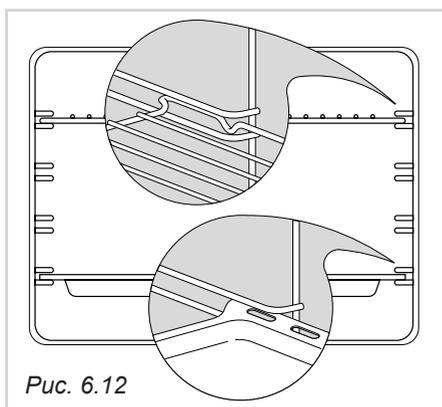

Рис. 6.12
- Вставьте в направляющую боковых рам противень и решетку, как показано на Рис. 6.12. Решетка устанавливается так, чтобы предохранительный упор, предотвращающий случайное выпадение, был повернут внутрь духовки.